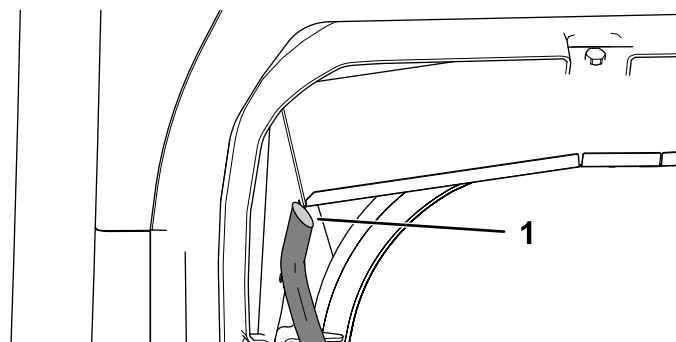

Figura 44
7. Aperte cada extremidade do tubo transparente e corte-a num ângulo de 45° (Figura 44).
8. Alinhe o tubo transparente com a parte inferior da calha de água de modo a que a parte superior do ângulo fique voltada para o lado exterior da máquina e instale-o (Figura 44).